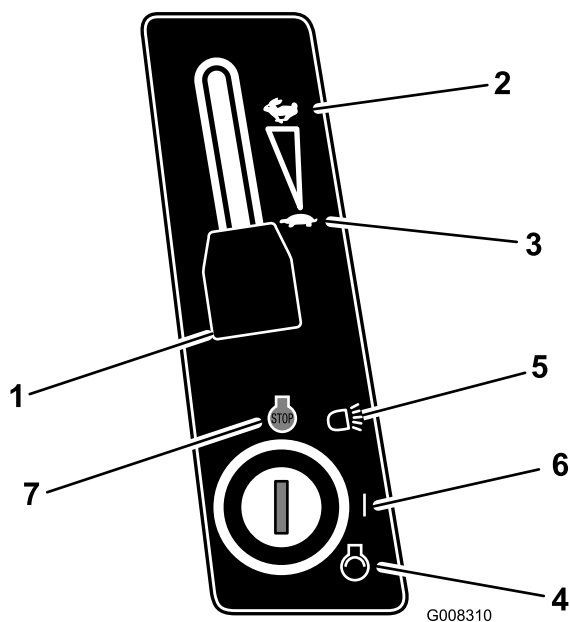

Figura 13
- Per avviare il motore a freddo spostate la leva di comando dell'acceleratore in posizione Starter (Figura 13).
- Portate la leva di comando dell'acceleratore in posizione Slow (Figura 13).
- Girate la chiave di accensione in senso orario e tenetela in posizione Start (Figura 13). Rilasciatela quando il motore si accende.
- Quando il motore è acceso, spostate lentamente la leva di controllo dell'acceleratore in posizione Fast (Figura 13).
- Portate la leva di controllo dell'acceleratore in posizione Slow (Figura 13).
- Girate la chiave di accensione in posizione Off (Figura 13).